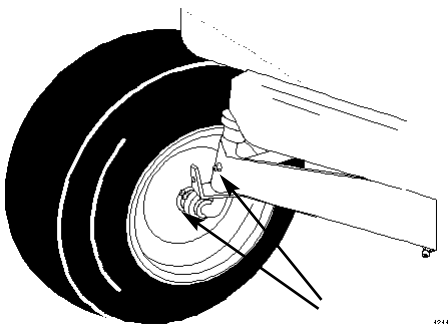

Figure 25
1. Graisser les roues avant et les pivots jusqu'à ce que la graisse commence à sortir des roulements (Fig. 25).
2. Graisser le pivot d'essieu avant (Fig. 25).